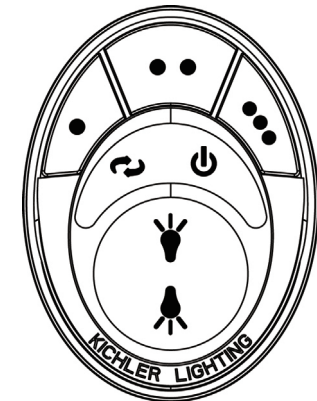

Fig. 31
Étape 5. Les boutons contrôlent la vitesse et la lumière du ventilateur comme suit : (Fig. 31)